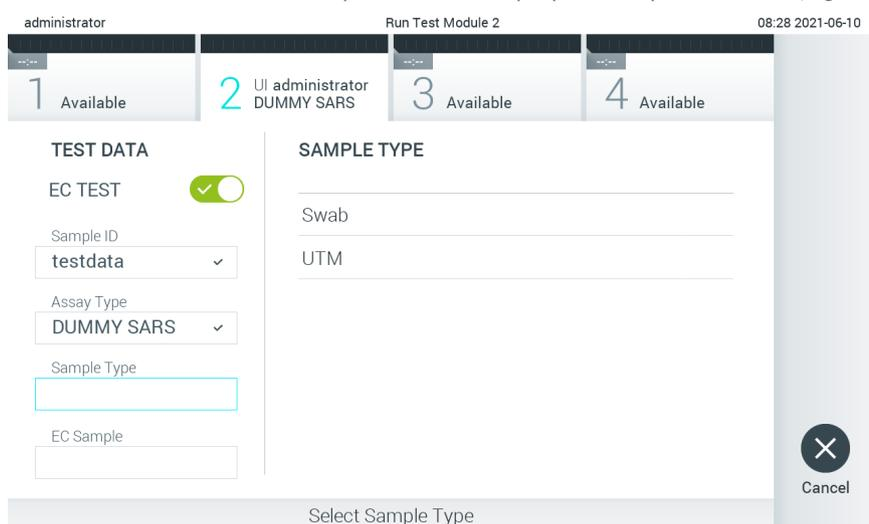

Figura 91. Escolhendo um tipo de amostra.
5. Se necessário, selecione o tipo de amostra apropriado a partir da lista (Figura 91).